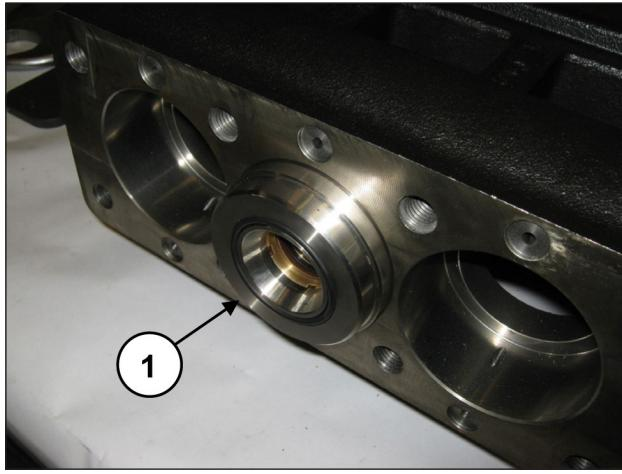

Fig. 171
Girando o eixo, avance a guia do pistão, de modo que o tampão, avançando em sua volta, possa expelir o suporte dos vedantes e todo o grupo do pistão (pos. ①, Fig. 171).